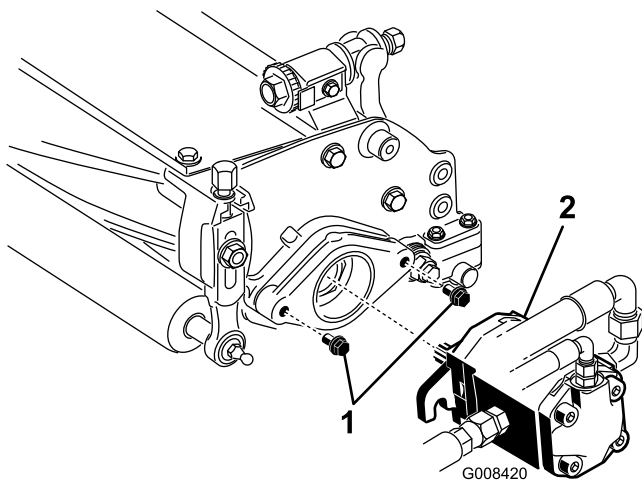

Figure 11
7. Veillez à laisser dépasser environ 13 mm de filetage sur chaque boulon de fixation de moteur d'entraînement de cylindre (Figure 11).
goujons. Tournez le moteur dans le sens horaire jusqu'à ce que les brides encerclent les goujons (Figure 11).
9. Resserrez les boulons de montage (Figure 11).